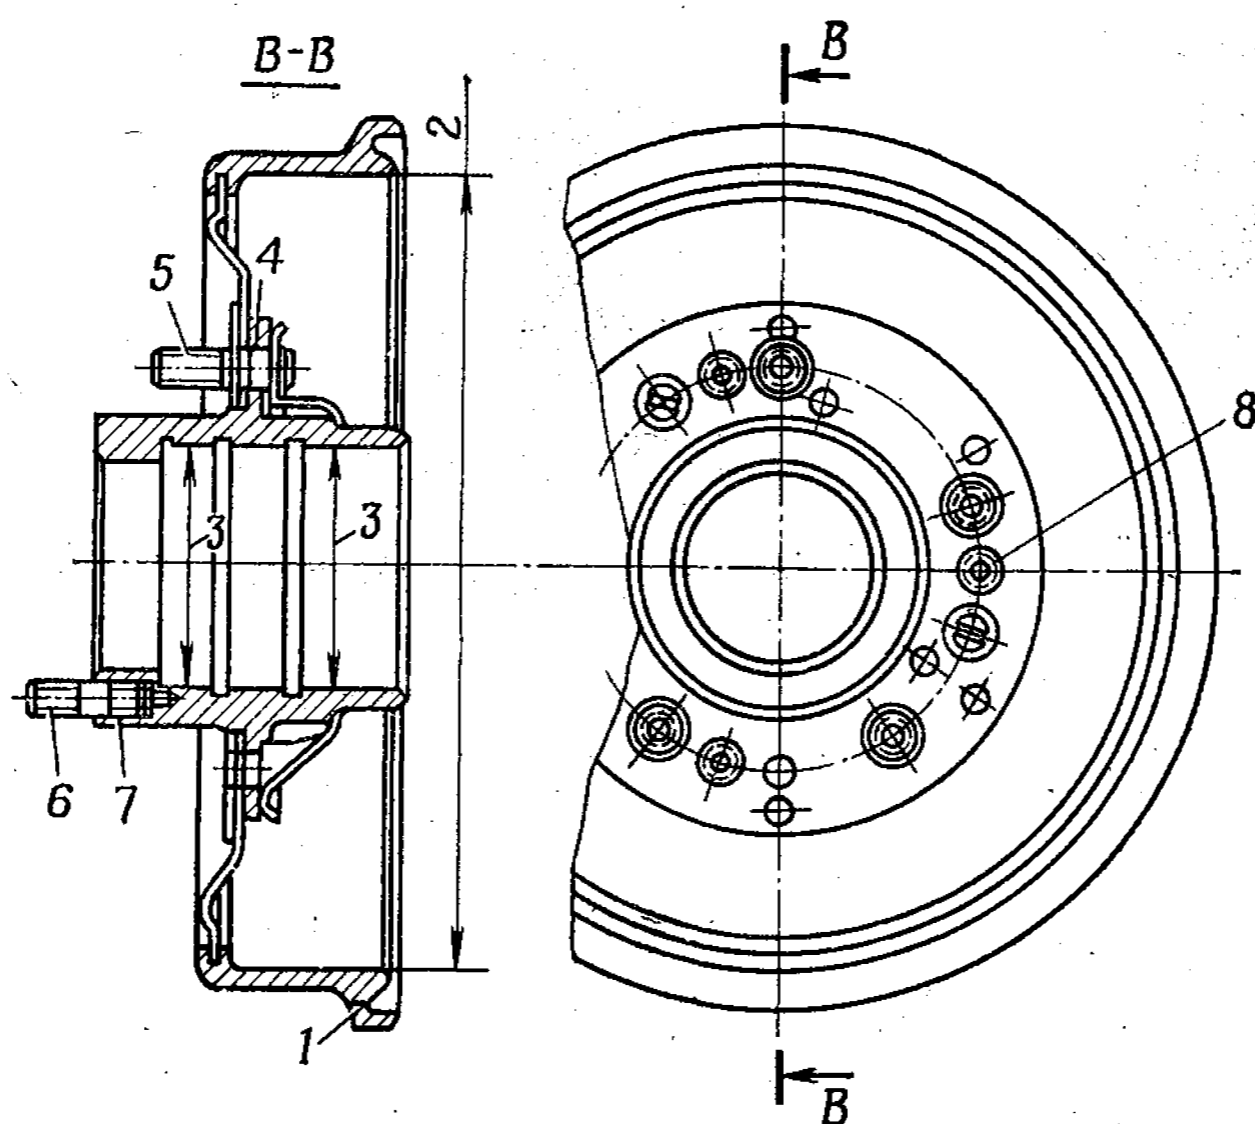

Рис. 136. Ступица колеса с тормозным барабаном
14. Ступица колеса с тормозным барабаном (рис. 136)